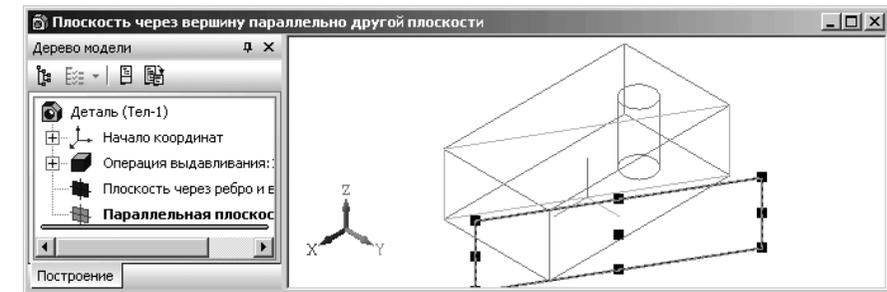

Рис. 8.11. Результат построения **Плоскости через вершину параллельно другой плоскости**
- подведите курсор к плоскости, которая ранее была построена как **Плоскость через ребро и вершину**. Появится фантом **Плоскости через вершину параллельно другой плоскости** после чего щелкните мышью. Пример такого состояния показан на рис. 8.11;